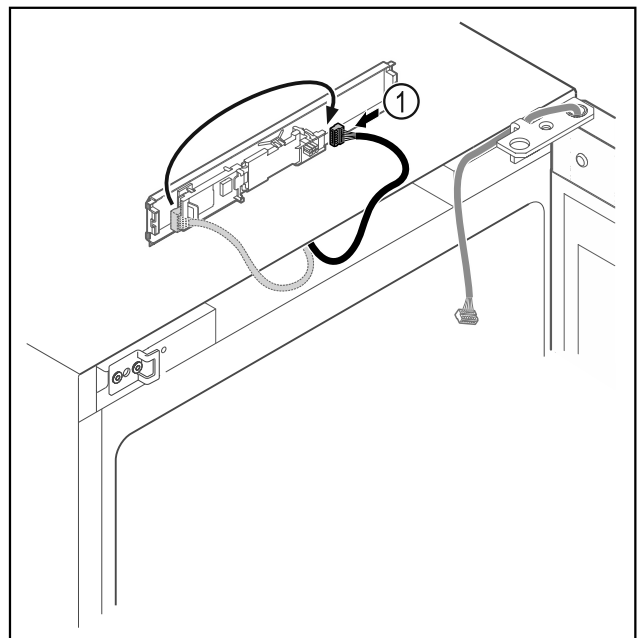

Fig. 11
▶ Wtyczkę Fig. 11 (1) należy ponownie podłączyć do płytki drukowanej.